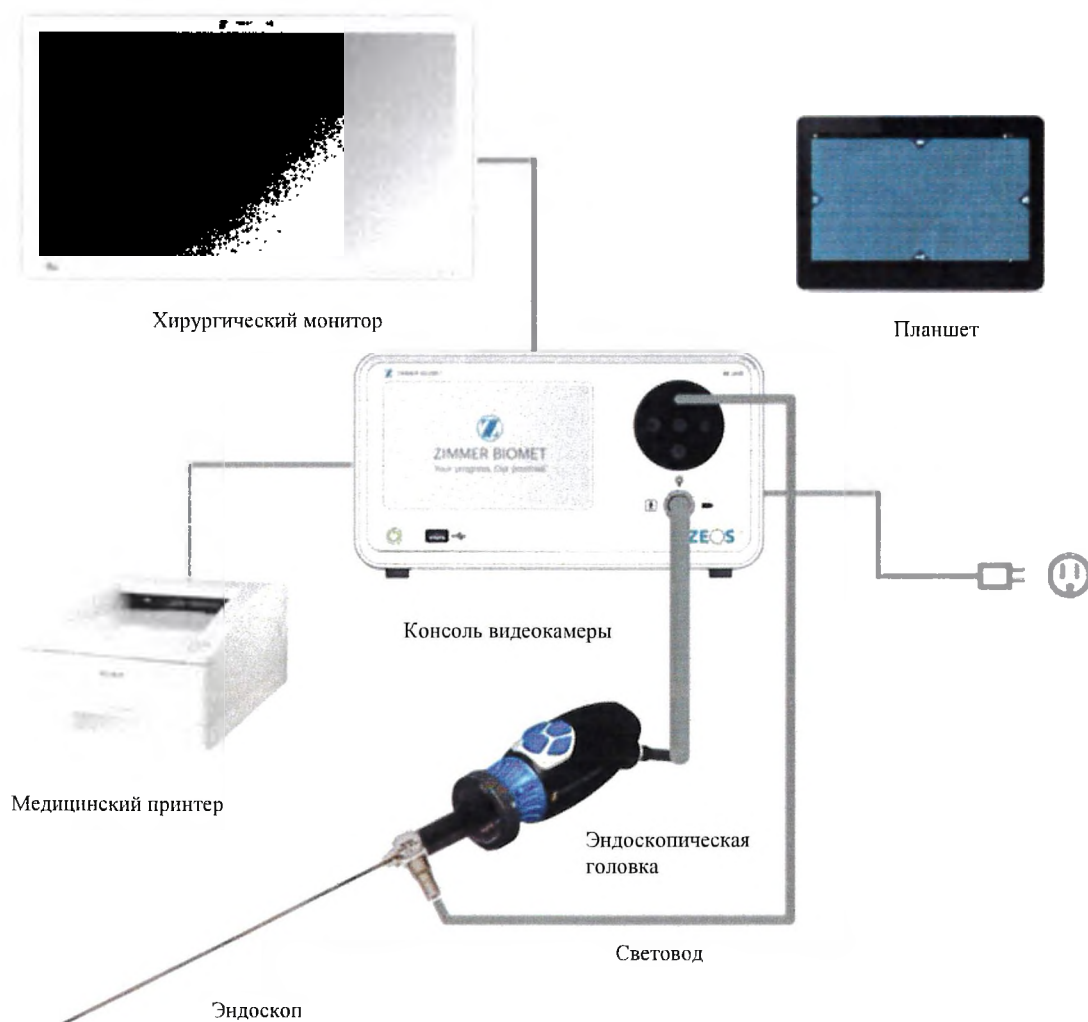

Рисунок 1. Иллюстрация схемы установки системы
- В качестве руководства для подключения другого необходимого совместимого оборудования используйте рисунок 1 и маркировку на задней панели.